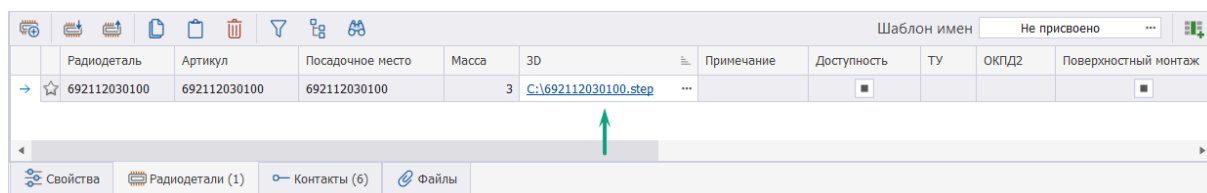

Рис. 171 Внешняя 3D модель задана
11. Путь к выбранному файлу 3D модели для текущей радиодетали отображается в столбце «3D model», см. Рис. 171.